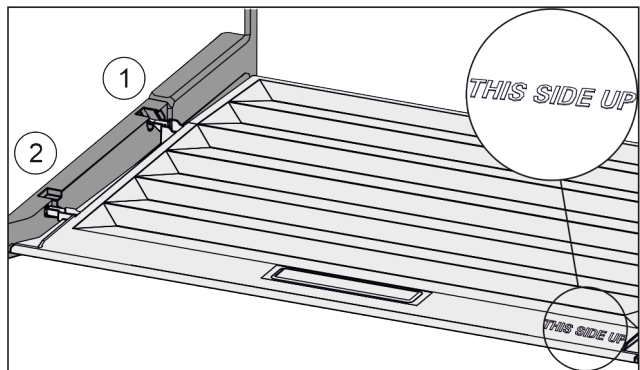

Fig. 59
- ▶ Skyv inn dekseltrinn via åpningen til bakre holder Fig. 59 (1) og klikk dem på plass i fremre holder Fig. 59 (2).